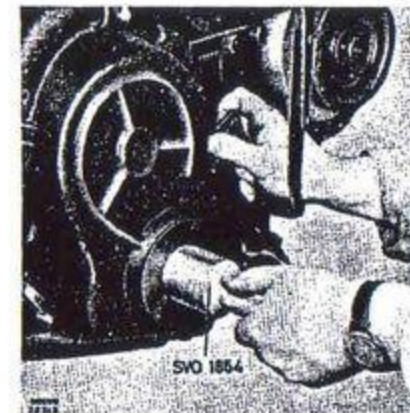

Bild 45. Centrerung av transmissionskåpa.
9. Övriga detaljer monteras i omvänd ordning till demonteringen. Transmissionskåpan centreras med dorn SVO 1854 (bild 45).